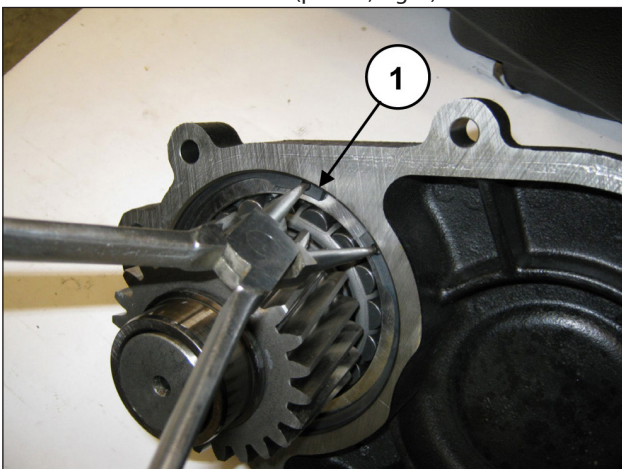

Fig. 7
Remova o anel elástico Ø120 (pos. ①, Fig. 7).